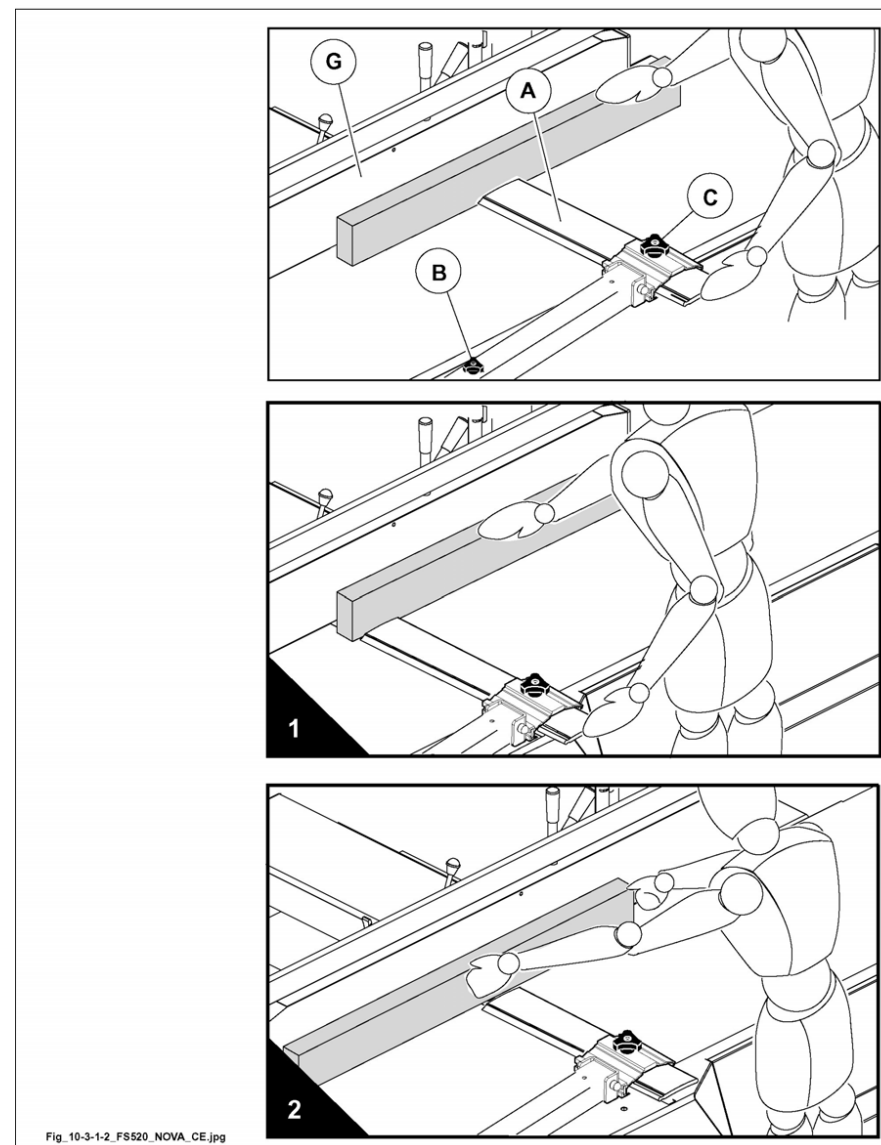

Abb. 10.3-1-2
- Werkstück gegen Fügeanschlag zum Ausgabetisch drücken: zu diesem Zweck die linke Hand mit geballter Faust und dem Daumen auf dem Werkstück halten. Mit der rechten Hand das Werkstück nach vorn schieben um eine regelmässige Bewegung zu erreichen (z.B. geballte Faust und Daumen auf dem Werkstück) (2 Abb. 10.3-1-2).